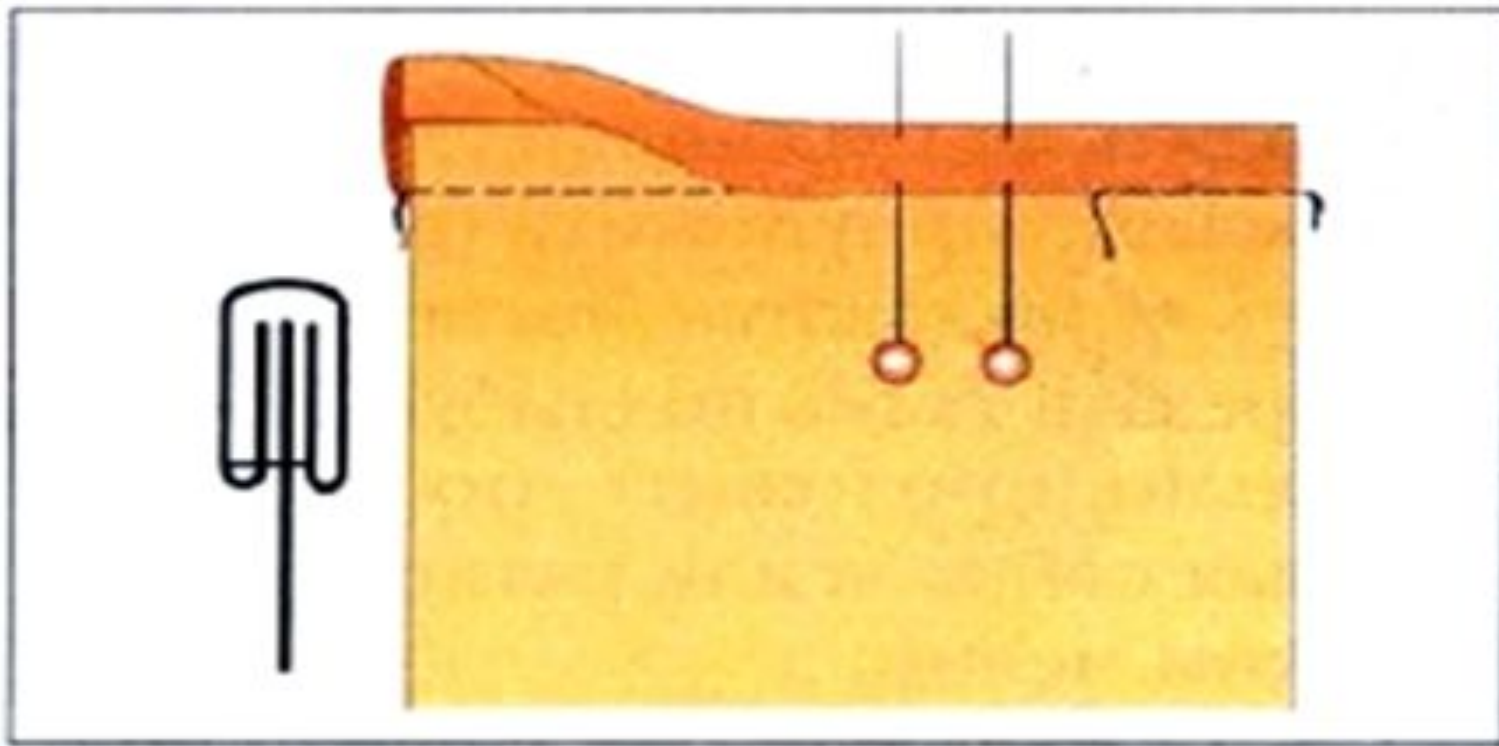

Рис. 49. Пришивание бейки вручную с изнаночной стороны
2. Обернуть бейку вокруг среза и подогнуть ее с изнаночной стороны. Приколоть к припуску шва. Приметать (рис. 49)